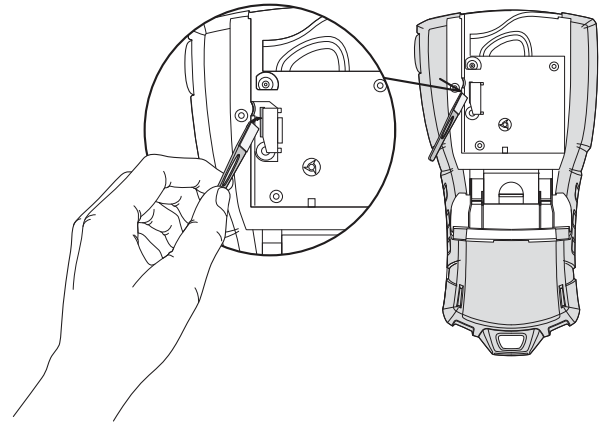

Figura 7
3. Pase suavemente el lado con la almohadilla de la herramienta por el cabezal de impresión. Consulte Figura 7.